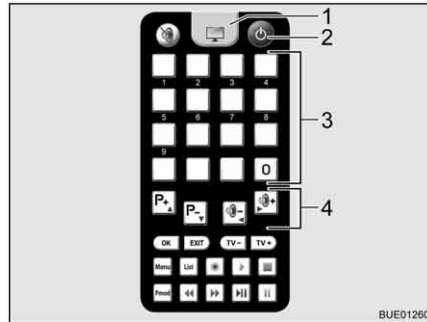

Fig. 39 Mando a distancia del televisor
- Pulsar la tecla "⏻" (Fig. 39,2) del mando a distancia para el televisor. La instalación conmuta al modo de búsqueda. Suena un pitido permanente.
- Para cambiar a la recepción de televisión, pulsar la tecla de televisión (Fig. 39,1) del mando a distancia para el televisor. El pitido cesa. Aparece una imagen en la pantalla.
- Seleccionar la emisora deseada con las teclas de memoria (Fig. 39,3) del mando a distancia para el televisor o con las teclas de función (Fig. 39,4).